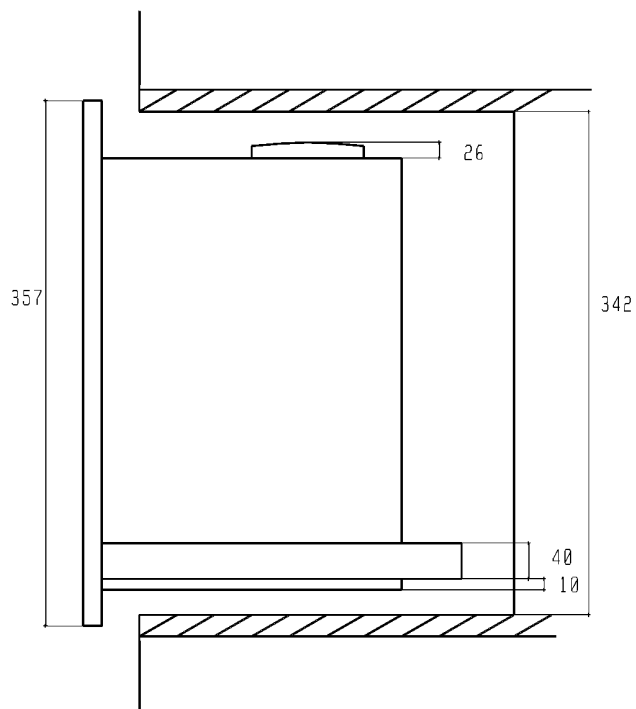

Fig. 5
- Insérer les glissières télescopiques de la machine à café dans les supports montés à l'intérieur du meuble et les faire coulisser jusqu'à mi-course de façon à faire déclencher les crans de sécurité (fig.5)